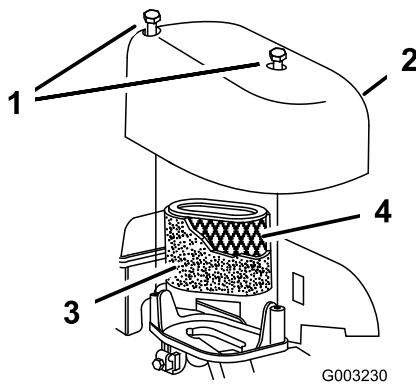

Bild 34
2. Nehmen Sie die Schrauben ab, mit denen die Luftfilterabdeckung befestigt ist (Bild 34).